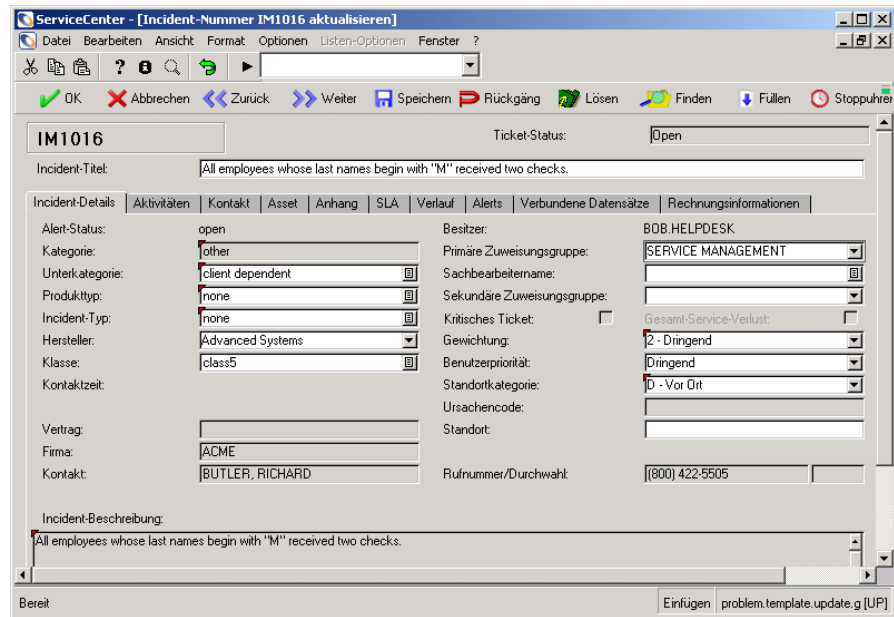

Abbildung 4-29: Deaktivieren eines Incident-Tickets
- 1 Öffnen Sie ein gelöstes Ticket. Abbildung 4-29 zeigt ein gelöstes Ticket.